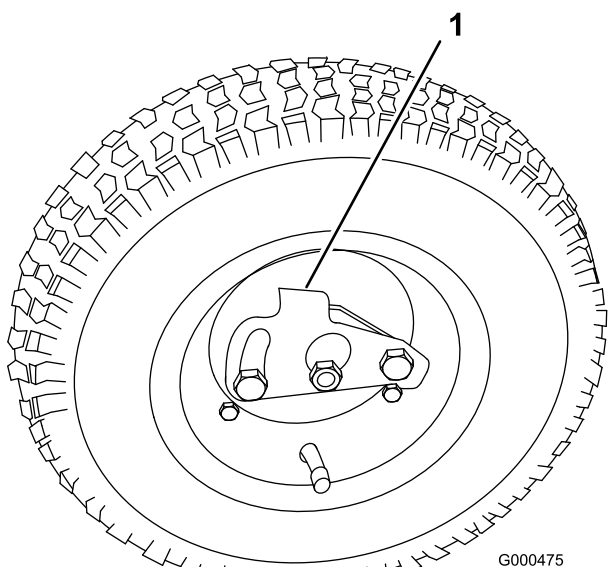

Figura 14
2. Premete il clip di bloccaggio verso il centro della ruota, e collocate quest'ultima sull'albero esagonale (Figura 14).